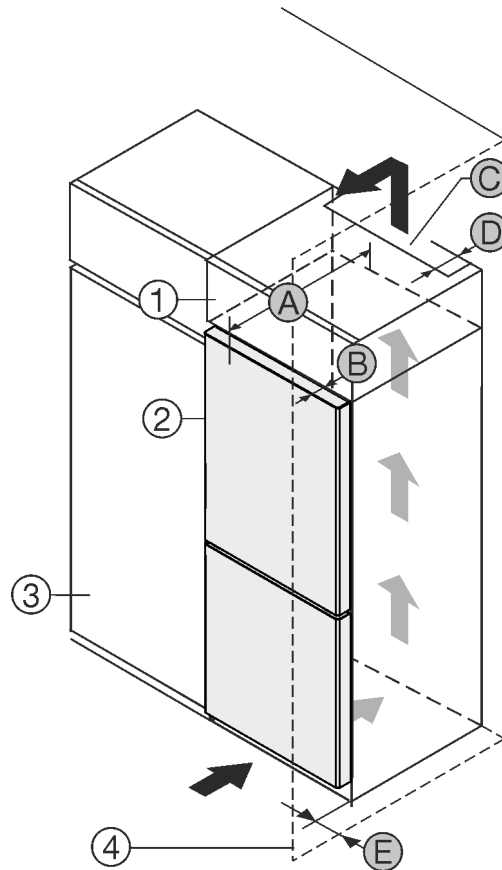

Fig. 1
Zariadenie môžete inštalovať priamo vedľa kuchynskej skrine Fig. 1 (3).
Na zadnej strane nastavnej skrine musí byť vetracia šachta s hĺbkou Fig. 1 (D) cez celú šírku nastavnej skrine.
Pod stropom miestnosti sa musí dodržať prierez vetracieho otvoru Fig. 1 (C).
Ak zariadenie nainštalujete so závesmi vedľa steny Fig. 1 (4), tak vzdialenosť medzi zariadením a stenou musí byť minimálne 13 mm.
Ak zariadenie nainštalujete so závesmi vedľa steny Fig. 1 (4), tak vzdialenosť medzi zariadením a stenou musí byť minimálne 20 mm.
Aby ste mohli dvere úplne otvoriť, zariadenie musí vyčnievať o hĺbku dverí Fig. 1 (B) prednej časti kuchynskej skrine. V závislosti od hĺbky kuchynských skrií Fig. 1 (3) a použitia dištančných držiakov na stenu môže zariadenie prečnievať ešte viac.